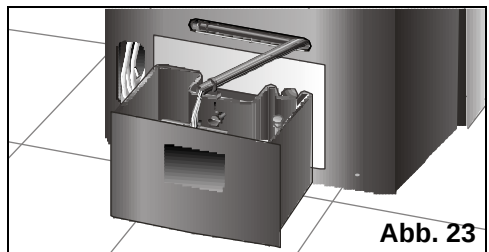

Abb. 23
- ☐ Entleeren Sie zuerst den Wasserbehälter im Geräteinneren mit Hilfe des Wasserablassschlauches, der auf der Rückseite des Gerätes angebracht ist. Der Schlauch muss nur aus seiner Halterung genommen und das angefallene Kondenswasser in ein Gefäß abgelassen werden (siehe **Abb. 23**). Entleeren Sie danach den Kondenswasserbehälter auf der Geräterückseite.